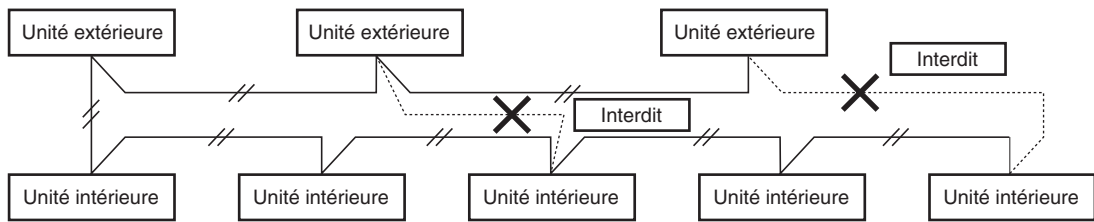

Fig. 4-3
- (2) Ne pas installer le câblage de commande entre unités en boucle. (Fig. 4-3)